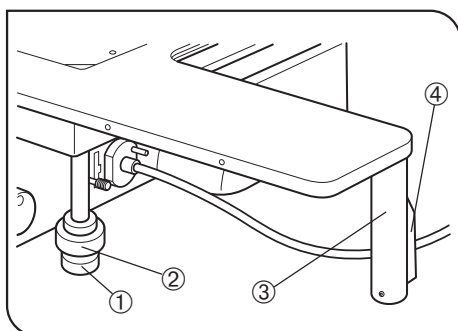

Abb. 13
(Abb. 13 & 14)
Zum Bewegen des Tisches den x-Achsen-Trieb ① und den y-Achsen-Trieb ② rechts unten am Tisch drehen. (Abb. 13)
Verwenden der Griffkupplung (Abb. 13 und 14)
Durch Eindrücken der Kupplung ④ des Griffes ③ können die x- und y-Achsen-Triebe ausgekuppelt werden. (Abb. 13)